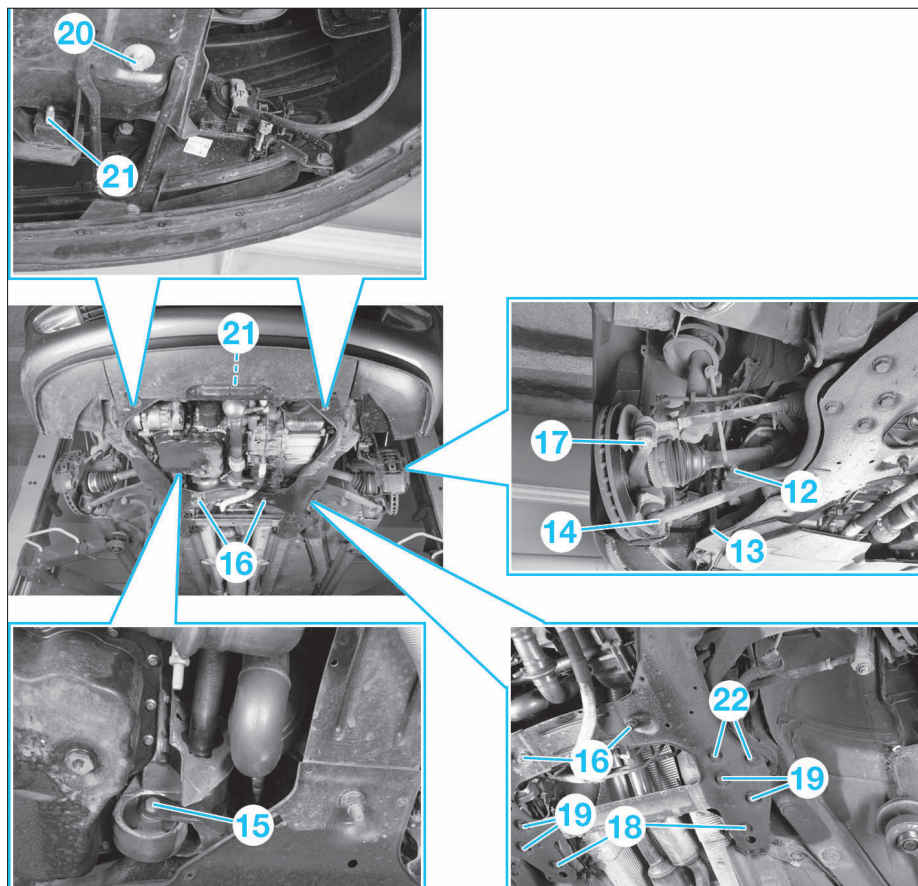

FIG. 27
- les écrous de biellette de barre stabilisatrice (12) (Fig.27).
- les vis de fixation (13) des tirants de berceau.
- les écrous (14) de rotule de triangle.
- la vis de biellette anticouple (15).
- les écrous (16) du boîtier de direction.
- les écrous des rotules de direction (17).
- Extraire les rotules de pivot (14) et de direction (17) à l'aide des outils [1] et [2].
- les vis de fixation arrière (18) du berceau.
- les vis de fixation arrière (19) du berceau.